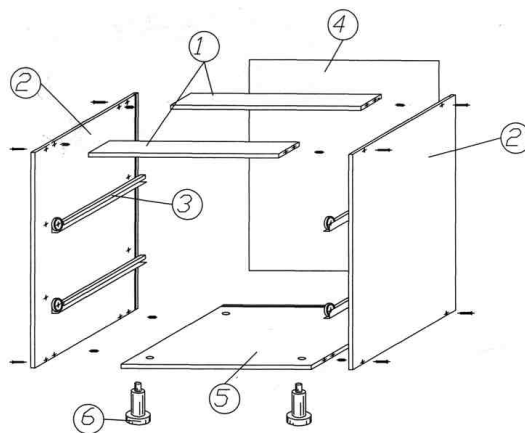

Рис.15
4.5. В местах скопления избыточной влажности, и подвергающихся действию высоких температур (стиральная машина, посудомоечная машина, пароварка, духовой шкаф и т.д.), столешница в обязательном порядке должна дополнительно обрабатываться фольгой (фольгированным скотчем) с подложечной части. Это необходимо, чтобы предотвратить попадание влаги и пара в места соединения декоративной кромки с основой ДСП, и защитить поверхности столешниц от высоких температур (рис.15).